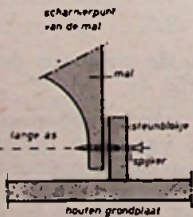

Fig. 6
zichtig „weggeschraapt” door de houten mal. De mal moet dus om twee scharnierende punten draaien en wel de uiterste punten van de grote as der ellips (fig. 6). Voor het harden van deze buitenste laag maken we gebruik van een gewone tuinslang welke op de
- Afb. 6. TV antenne voor de zender Flensburg. Let op de aan twee zijden afgebogen reflectorschermen (een constructie van metalen staven verenigd in een raam), waardoor een gerichte straling ontstaat.